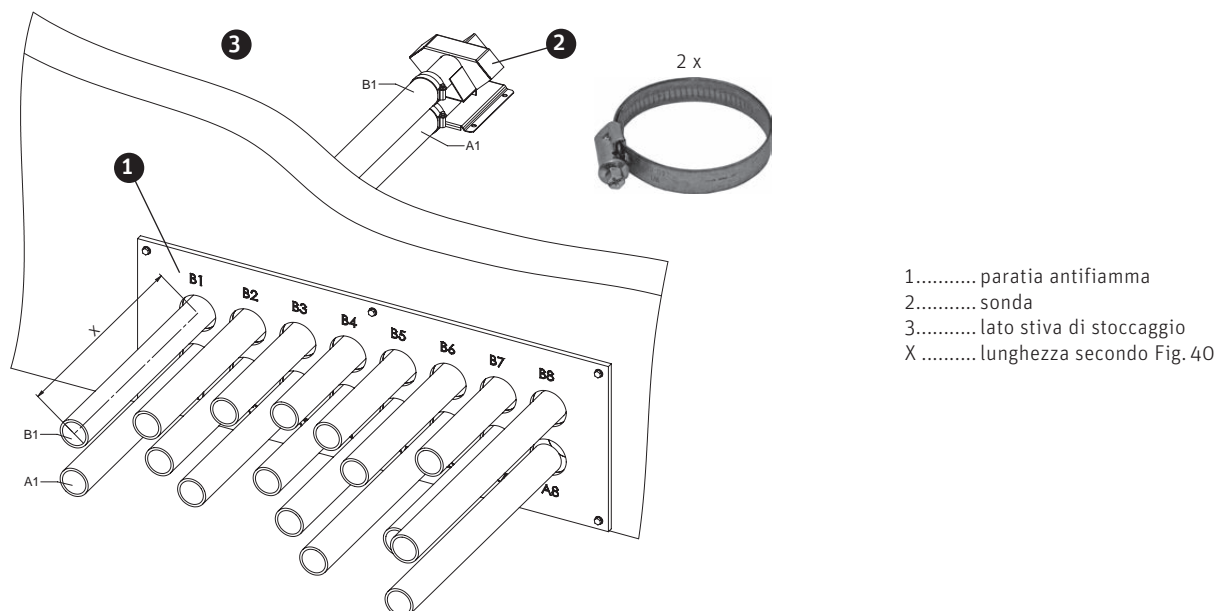

Fig. 41 Tagliare i tubi all'esterno della stiva di stoccaggio
- ▶ Far passare il tubo flessibile attraverso la paratia antifiamma con apertura "A1" (Fig.40) e nel magazzino fino a 1. Posare la sonda in modo pulito – Fig. 41.
- ▶ Connettere il tubo alla connessione inferiore (A1) e fissarla con una clip per il tubo – Fig. 41.
- ▶ Tagliare il tubo flessibile all'esterno del magazzino alla rispettiva lunghezza specificata "A1" – Fig. 40, Fig. 41.
- ▶ Esporre il cavo di terra sull'avvolgitubo. Inserire il tubo tramite l'apertura „B1“ e indirizzarlo attraverso la camera di stoccaggio fino alla prima sonda – Fig. 40, Fig. 41.
- ▶ Connettere il tubo alla connessione superiore (B1) e fissarlo con una clip – Fig. 41.
- ▶ Tagliare il tubo flessibile all'esterno del magazzino alla rispettiva lunghezza specificata "B1" – Fig. 40, Fig. 41.